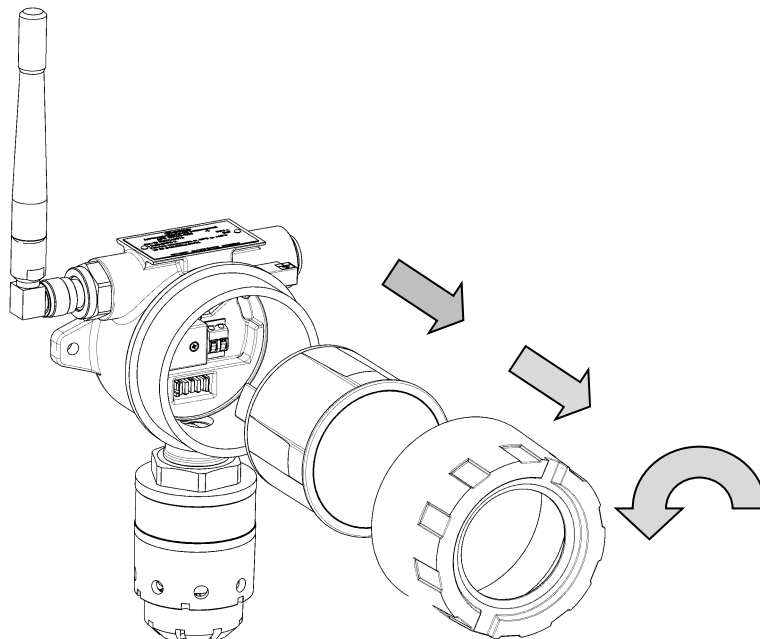

Рисунок 24 – Схема разбора ДГС ЭРИС-210
- а) Открутить стопорный винт в крышке газоанализатора (рис.24).